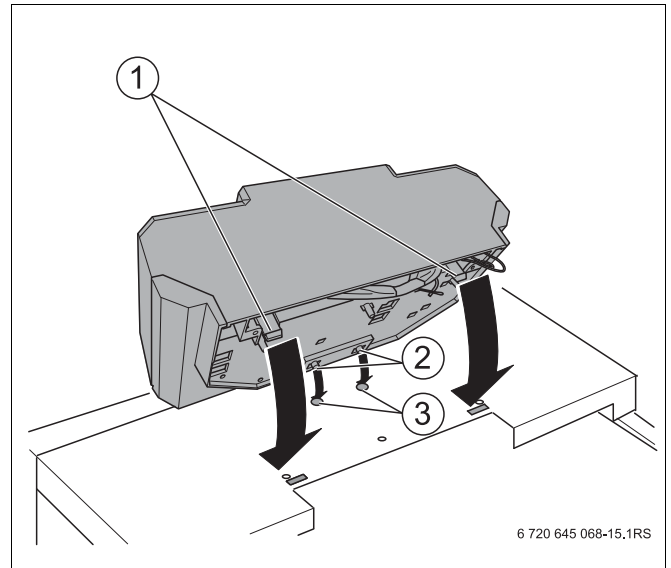
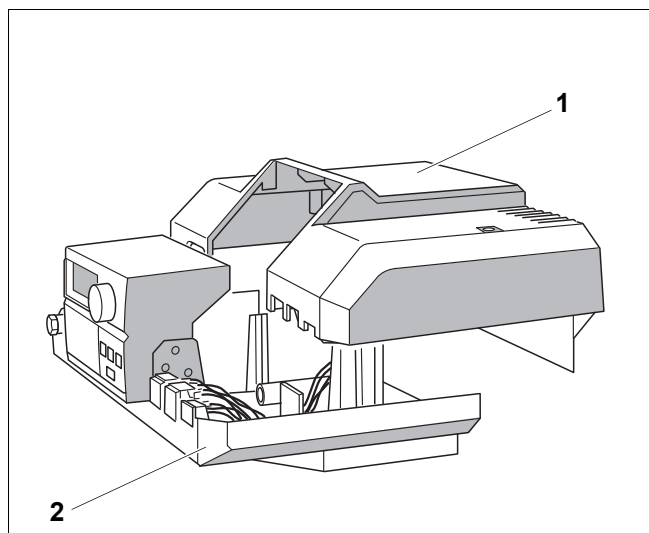

Рис. 14 Установка системы управления
Рис. 21 Установка крышки клеммного щитка
- Вставьте язычки (Рис. 14, **поз. 2**) системы управления в овальные отверстия (Рис. 14, **поз. 3**).
- Эластичные крюки (Рис. 14, **поз. 1**) системы управления должны защёлкнуться в предусмотренных для них отверстиях при нажатии.
- Установить крышку клеммного щитка (Рис. 21, поз. 1 и Рис. 14, стр. 35, поз. 2) закрепить ее винтами к системе управления (Рис. 21, поз. 2 и Рис. 14, стр. 35, поз. 4).